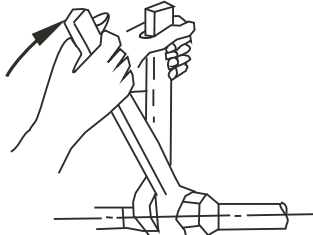

图3.7
- 在连接机组的进/出/回/排水管/冷媒连接管时，一定要使用两个管钳或扳手，分别钳住要连接的两个部分，保证连接的两个部分不转动。（参照图3.7）